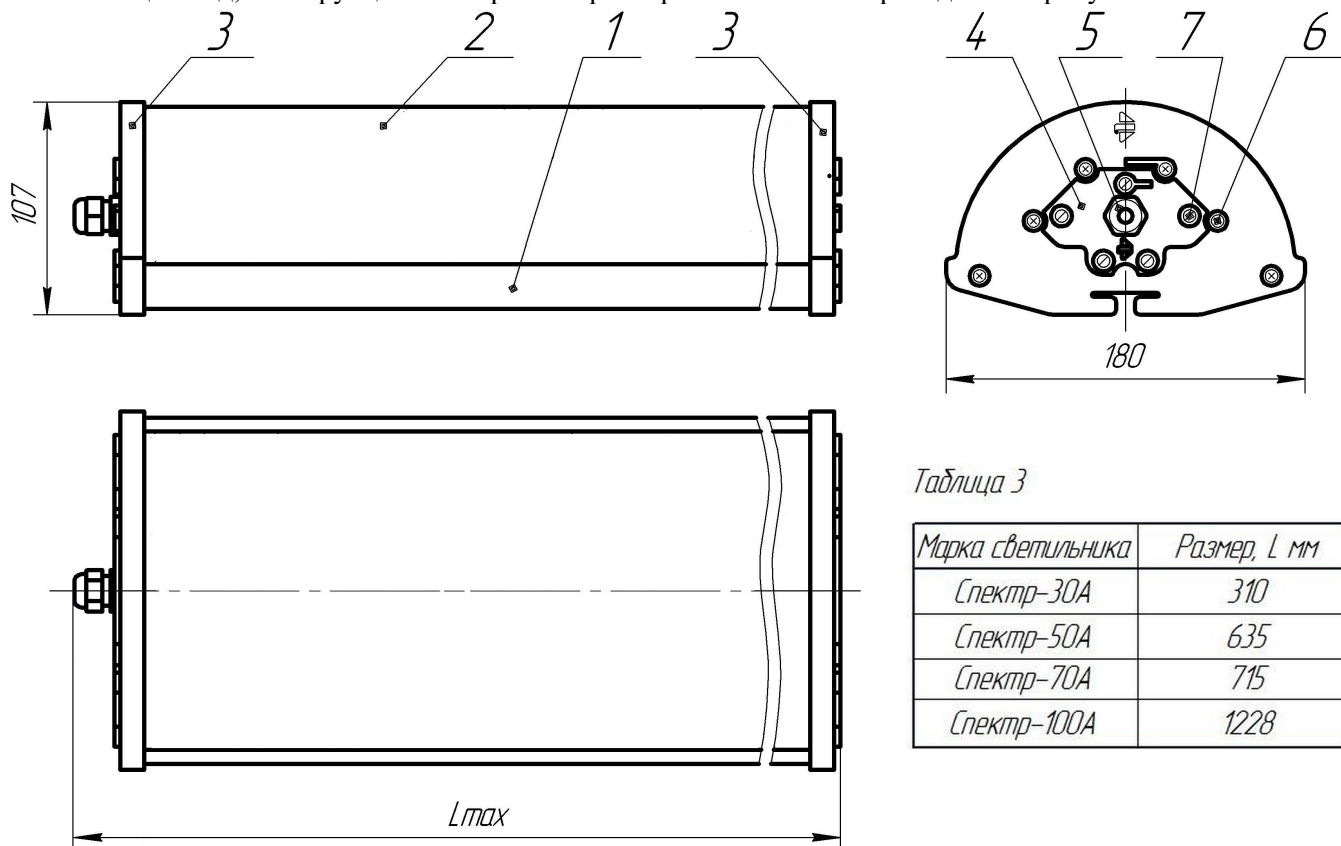

Рисунок 1
1.4.1. Светильник состоит (см. рис.1) из корпуса, изготовленного из алюминиевого сплава, который является несущим элементом светильника (поз.1), прозрачного неокрашенного защитного стекла из ударопрочного поликарбоната (поз.2), двух крышек (поз.3), двух крышек малых (поз.4), кабельного ввода (поз.5), крепежных винтов (поз.6 и поз.7).
- ввести сетевой провод через кабельный ввод (рис.1 поз.5) в крышке малой (рис.1 поз.4) и подсоединить его к контактному устройству, согласно маркировке;
- установить крышку малую (рис.1 поз.4) на крышку (рис.1 поз.3) и закрутить винты (рис.1 поз.7) до упора;
- затянуть гайку кабельного ввода (рис.1 поз.5) до упора.